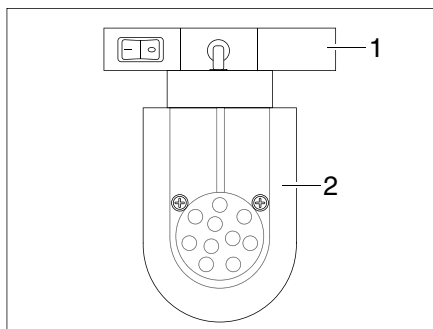

Fig. 145 Faretto a LED (esempio)
- Afferrare il supporto (Fig. 145,1) e girarlo di 90°.
- Togliere il faretto a LED (Fig. 145,2) dal sistema di guide.
- Riapplicare il faretto a LED (Fig. 145,2) nel sistema di guide nella posizione desiderata e girarlo di 90°.